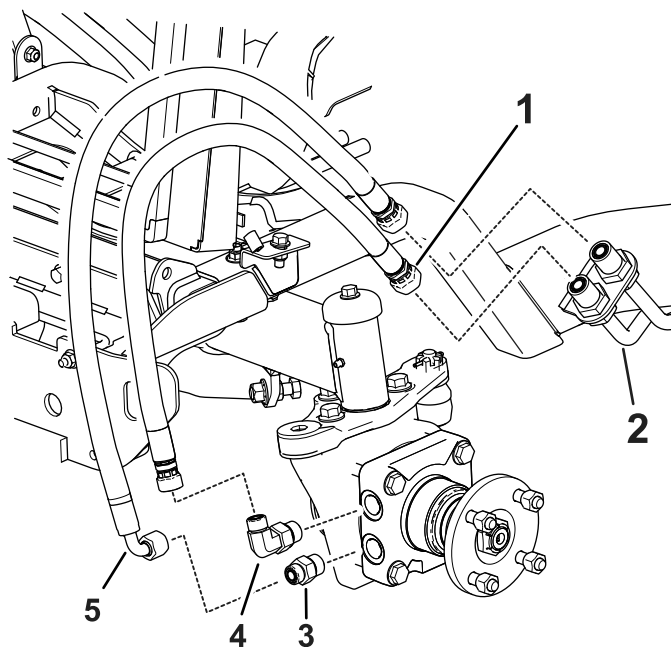

Рисунок 4
- Установите новый прямой штуцер и новый прямоугольный штуцер на мотор-колесо (Рисунок 4).
6. Подсоедините шланг с прямыми штуцерами к прямоугольному штуцеру (Рисунок 4).
7. Подсоедините шланг с прямоугольным штуцером к прямому штуцеру (Рисунок 4).
16. Снимите колпачки по одному и подсоедините соответствующие шланги к гидравлическим трубкам, как показано на **Рисунок 4**.
17. Снимите оставшийся колпачок и подсоедините шланг к гидравлической трубке (**Рисунок 4**).